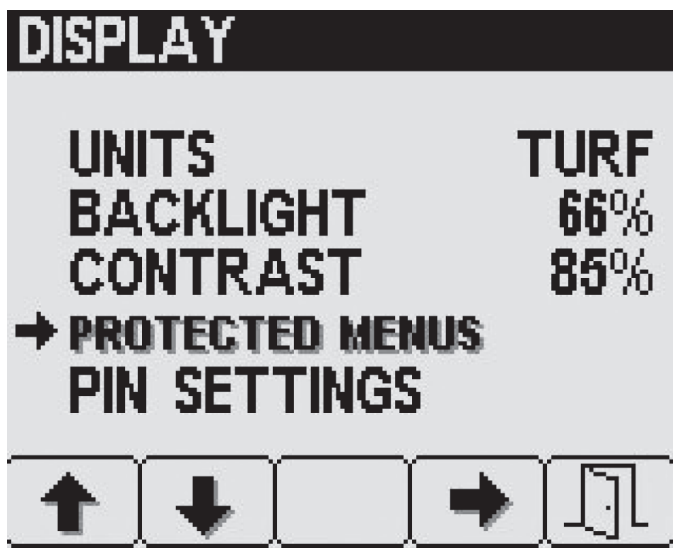

Bild 12
1. Drücken Sie auf den Bildschirm „Display“ die Taste 2, bis Sie „Geschützte Menüs“ erreichen und drücken Sie Taste 4, um „Geschützte Menüs“ auszuwählen (Bild 12).
2. Drücken Sie Taste 2, bis Sie den gewünschten Eintrag im geschützten Menü erreicht haben (Bild 12).